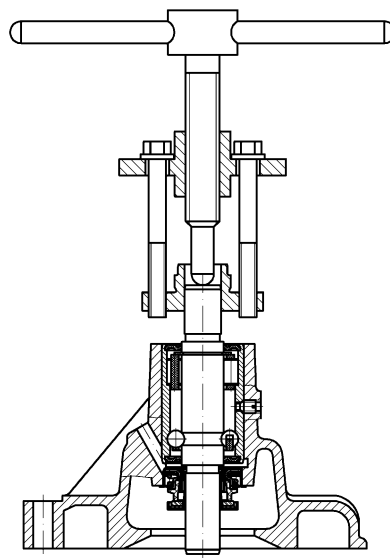

Рис.142. Снятие ступицы
- с помощью специального приспособления снять ступицу шкива насоса (рис.142);